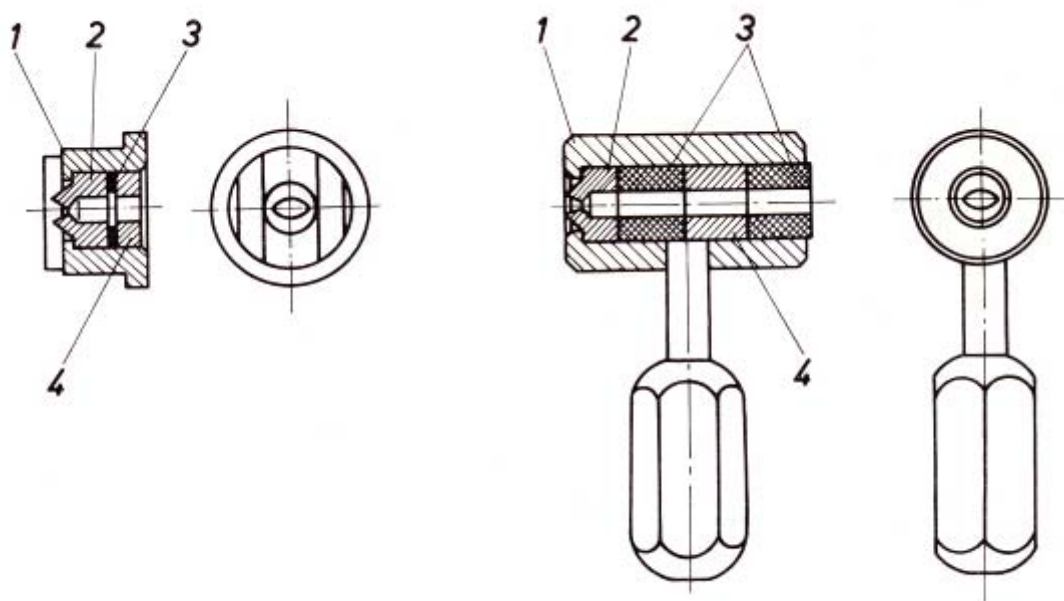

Рис. 16. Сопло: слева — стандартное (12.21.0000.00), справа — быстрозаменяемое (0.999.301).
5.8. Сопло стандартное (рис. 16.). Состоит из собственно сопла, выполненного из износостойкого материала, установленного в цилиндрической оправке с буртиком, уплотнения и кольца.
5.9. Сопло быстрозаменяемое (рис. 16.) в отличие от стандартного сопла имеет удлиненную цилиндрическую оправку с рукояткой. Быстрозаменяемое сопло устанавливается в специальное приспособление (см. п 5.11).